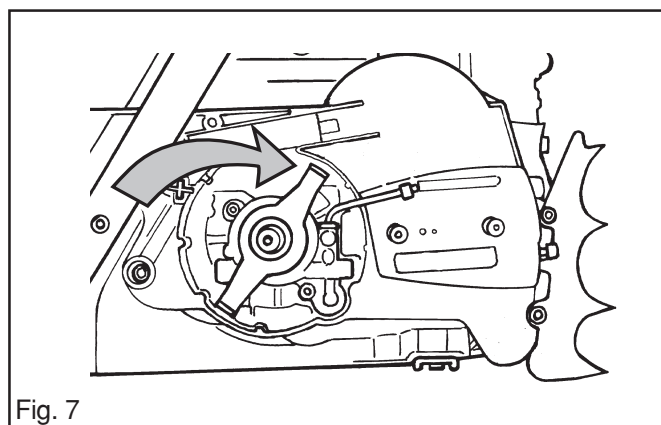

Fig. 7
8. Monter le pignon. Voir la fig. 7.
À plein régime (fig. 7), les deux soupapes sont ouvertes et le carburant est distribué par les trois diffuseurs (E, F et G).